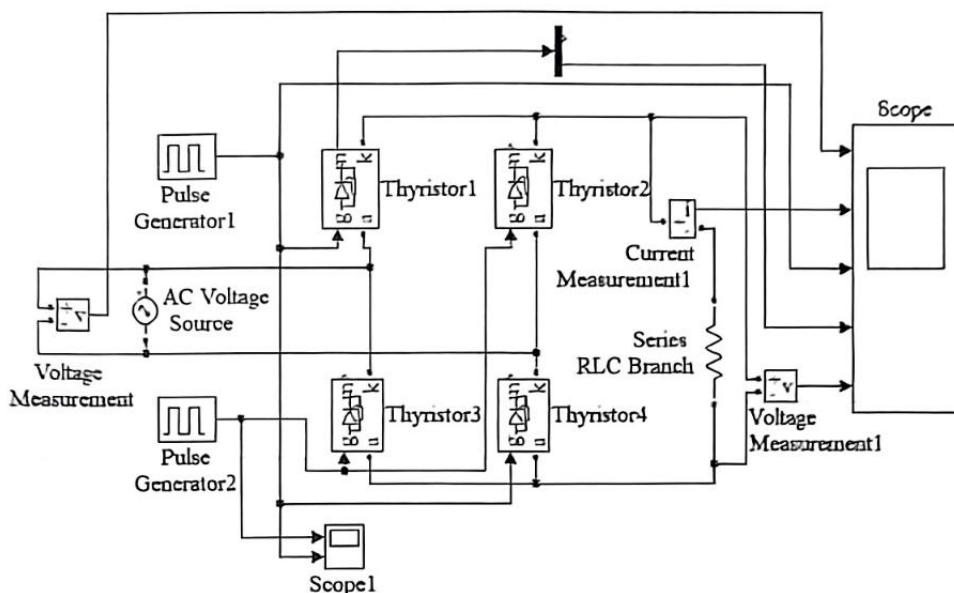

图 1-56 单相桥式全控整流电路建模图
(1) 在新建的空白 SIMULINK 仿真文件中, 用 SIMULINK 搭建单相桥式全控整流电路的仿真电路图, 记录过程。
① 建模: 具体模块和作用见 1.7 节的实训 2, 新增一个 Current Measurement (电流测量模块), 用来测量回路中的电流大小, 模块外形为 。单相桥式全控整流电路建模图如图 1-56 所示。